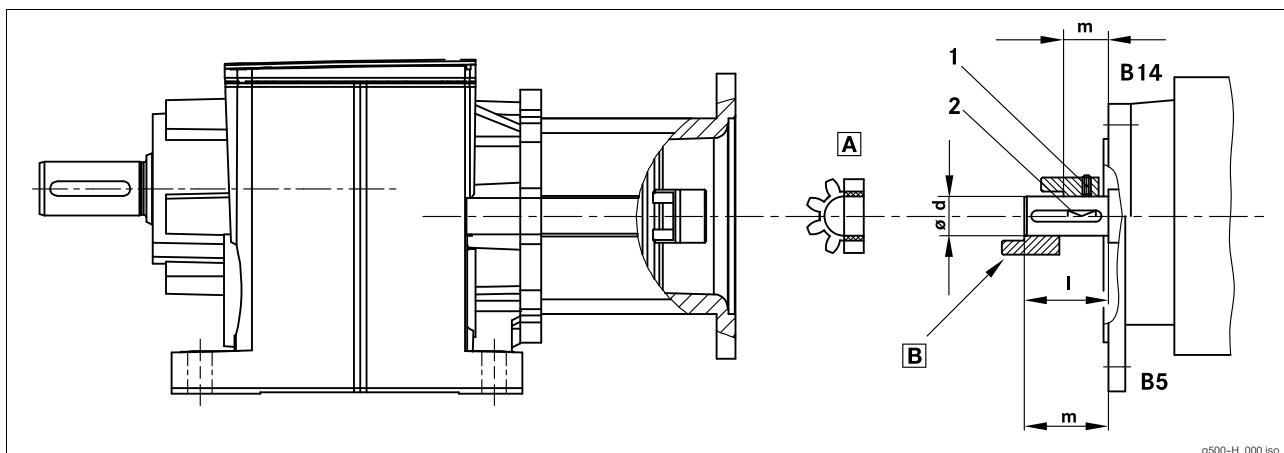

Abb. 7 Antriebsseitige Ausführung N
2. Kupplungsnabe auf die Motorwelle schieben, Montagemaß "m" (s. Abb. 7 und Tab. 4) einhalten.